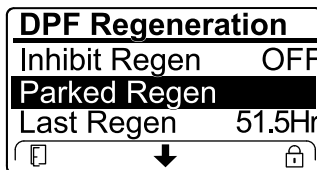

Bild 24
- Wenn der Motorcomputer eine Wiederherstellung-Regenerierung anfordert oder eine Wiederherstellung-Regenerierung ausführt und Sie auf die Option PARKED REGEN navigieren, ist die geparkte Regenerierung gesperrt und das Schloss-Symbol (Bild 24) wird unten rechts im InfoCenter angezeigt.